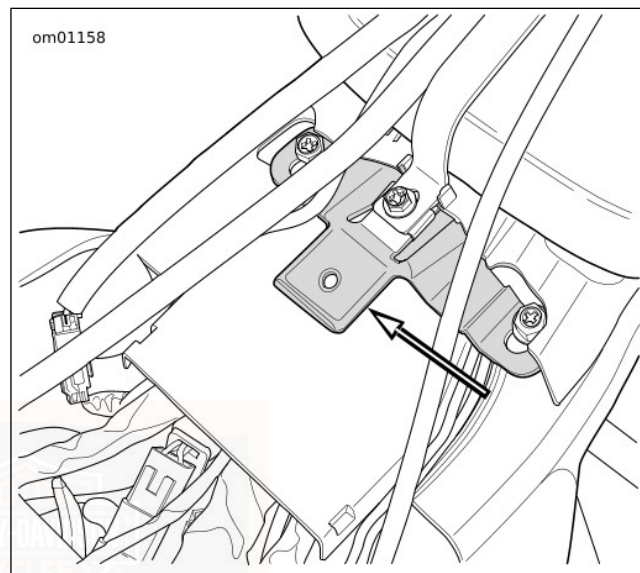
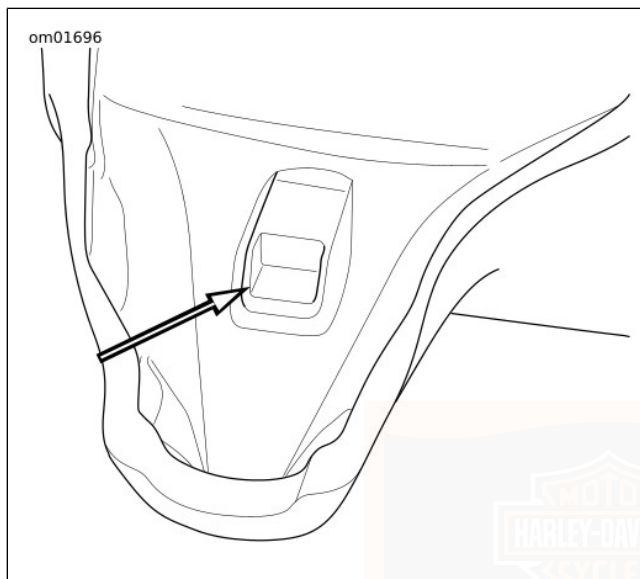

Figure 106. Languette de selle
Figure 107. Fente de montage de la selle
6. Voir Figure 106 et Figure 107. Soulever l'arrière de la selle. Pousser la selle vers l'arrière pour libérer la languette de la fente de la selle.
1. Voir Figure 106 et Figure 107. Aligner la fente de la selle avec la languette derrière le réservoir de carburant. Pousser la selle vers l'avant pour l'engager.